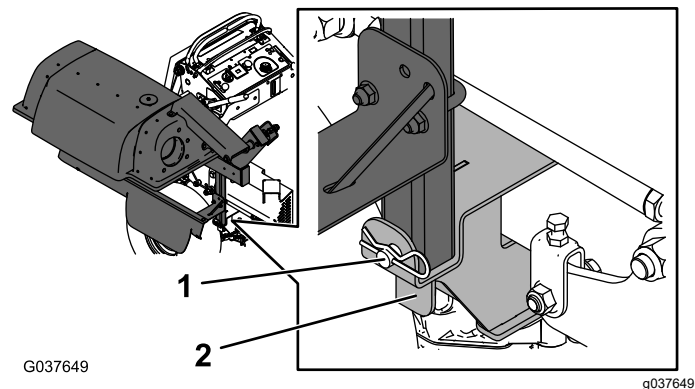

Bild 15
3. Befestigen Sie die untere vordere Seite des Rahmens des Heckfangsystems mit einem Lastösenbolzen und einem Splint an der Befestigungshalterung des Getriebes (Bild 15).